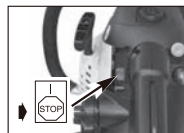

Fig. 9
2. Poussez le bouton STOP vers le bas pour arrêter le moteur. (Fig. 9)